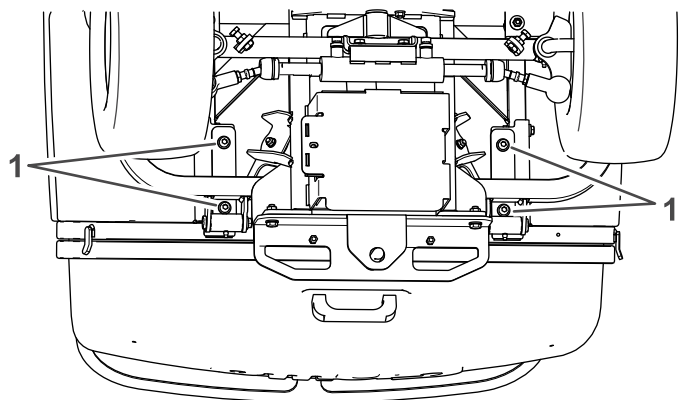

Figura 108
1. Allentate i 4 bulloni che fissano i supporti di sollevamento della tramoggia al telaio sotto la tramoggia (Figura 108).
4. Serrate i 4 bulloni (Figura 108).